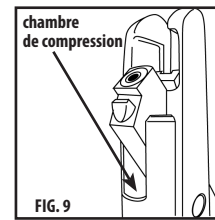

FIG. 9
- Appliquez une goutte d'huile Crosman RMOIL (disponible sur crosman.com) dans la chambre de compression (Fig. 9).